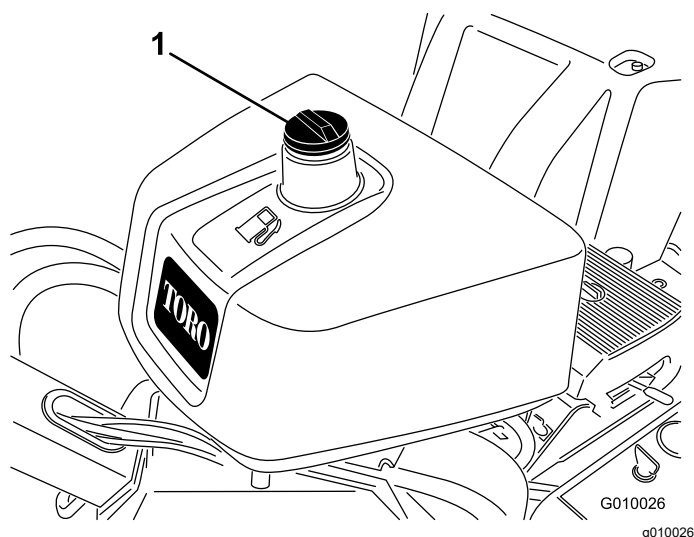

Рисунок 17
2. Очистите область вокруг крышки топливного бака и снимите крышку (Рисунок 17).